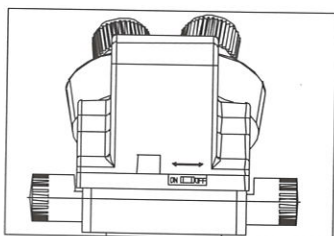

Fig.12
- (四) 完成观察后要将开关从“OFF”拨回到“ON”状态，让 CCD 进行自动白平衡后再拨到“OFF”状态，才能进行另一偏色观察，否则图像颜色失真。（如图 12）